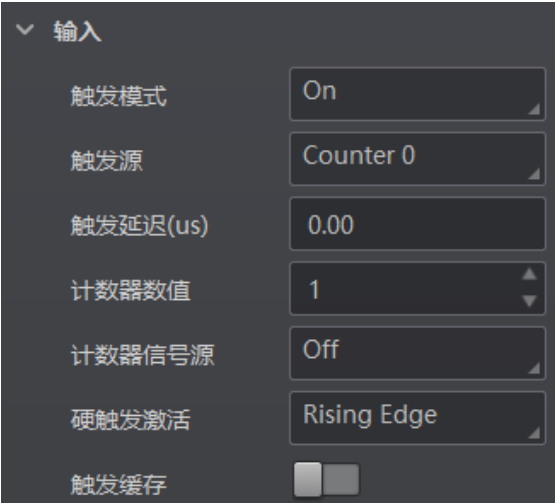

图3-47 计数器触发参数设置
7. 若触发源选择计数器触发，可根据实际需求设置计数器数值、计数器信号源和硬触发激活参数。其中，计数器数值的范围为 1~1023，计数器信号源可以选择 LineIn 0/1/2，硬触发激活可选择上升沿或下降沿，如图 3-47 所示。